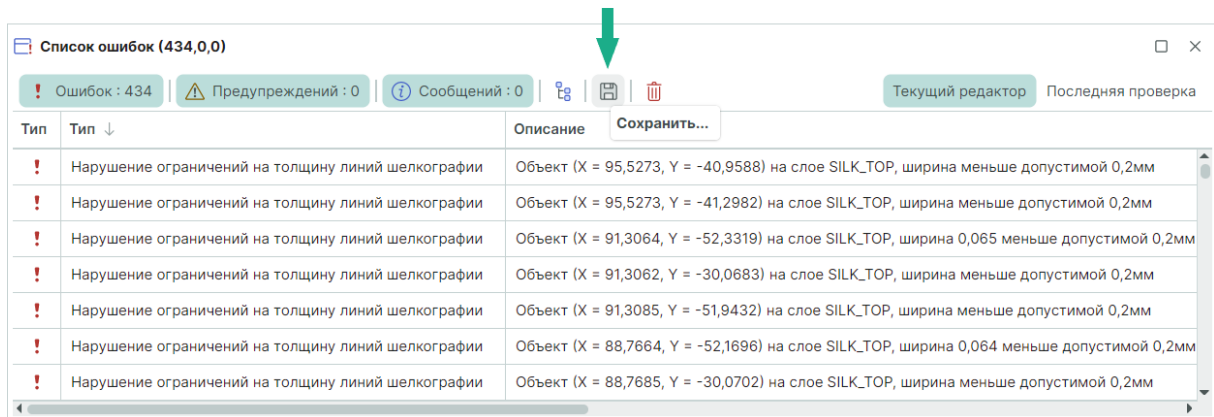

Рис. 530 Экспорт списка нарушений
1. Вызовите инструмент «Сохранить...», обозначенный символом , см. Рис. 530.